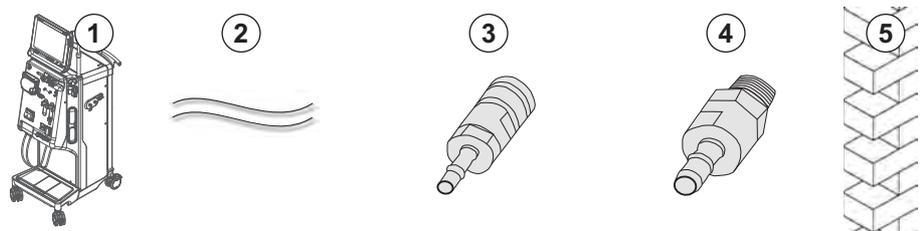

Fig. 4-7 Acopladores Aquaboss de Fornecimento central de concentrado
- Acoplador fêmea de concentrado (Fig. 4-7, ③) (lado da máquina), material 1.4529 EPDM
- Acoplador de fechamento macho de concentrado AISL 316I ( ④, lado da parede), material 1.4529 EPDM
1. Conecte o acoplador fêmea de concentrado ③ ao tubo de fornecimento central de concentrado ② que vem diretamente do equipamento de diálise.
2. Conecte o acoplador fêmea de concentrado ③ ao acoplador de fechamento macho de concentrado ④, que se encontra fixado à parede.